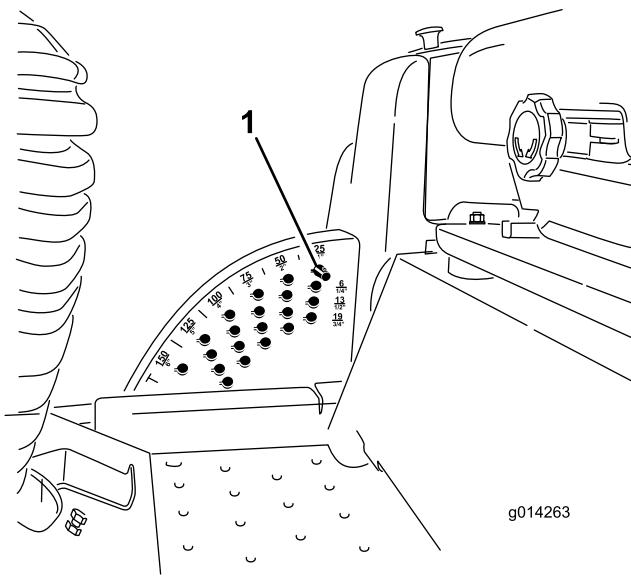

Figura 6
1. Com o motor a trabalhar empurre para trás o interruptor de elevação do cortador até que o cortador esteja completamente levantado e **solté imediatamente o interruptor** (Figura 6).
2. Para ajustar, rode o pino de bloqueio até que o pino do mesmo fique alinhado com as ranhuras nos orifícios no suporte da altura de corte e remova-o (Figura 6).
3. Selecione um orifício, no suporte da altura de corte, que corresponda a altura de corte desejada, insira o pino e rode-o para o bloquear no lugar (Figura 6).
Nota: Existem duas filas de posições de orifícios (Figura 6). A fila de cima dá-lhe a altura de corte listada por cima do pino. A segunda fila dá-lhe a altura de corte listada mais 6 mm. A terceira fila dá-lhe a altura de corte listada mais 12 mm. A fila de baixo dá-lhe a altura de corte listada mais 18 mm. Para a posição de 15,8 cm só existe um orifício,